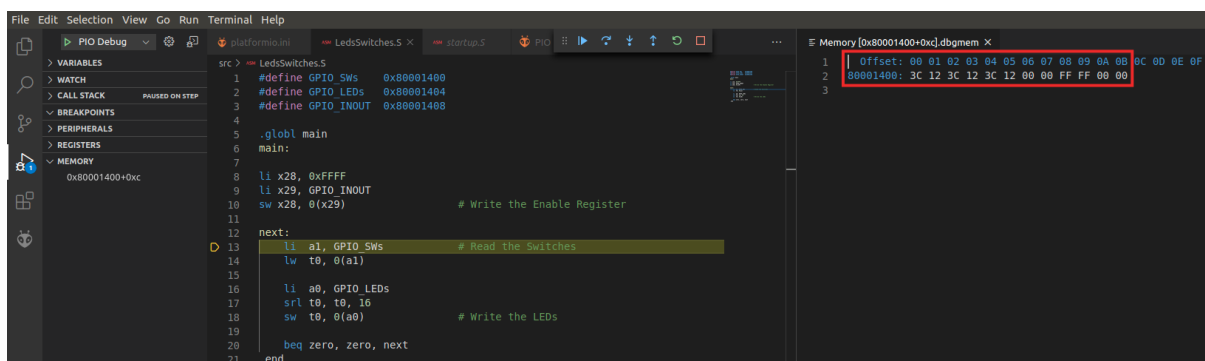

Figura 58. Endereços de memória 0x80001400-0x8000140B
- d. O Memory Display abrir-se-á à direita, mostrando os 12 bytes pedidos (Figura 58). O valor que temos nos 16 interruptores é 0x123C (ver os bytes nos endereços 0x80001402 e 0x80001403). Tendo em conta que a arquitetura RISC-V é *little endian*, o valor apresentado na figura é coerente com isso. Os 16 LEDs (armazenados nos endereços 0x80001404 e 0x80001405) mostram o mesmo valor.